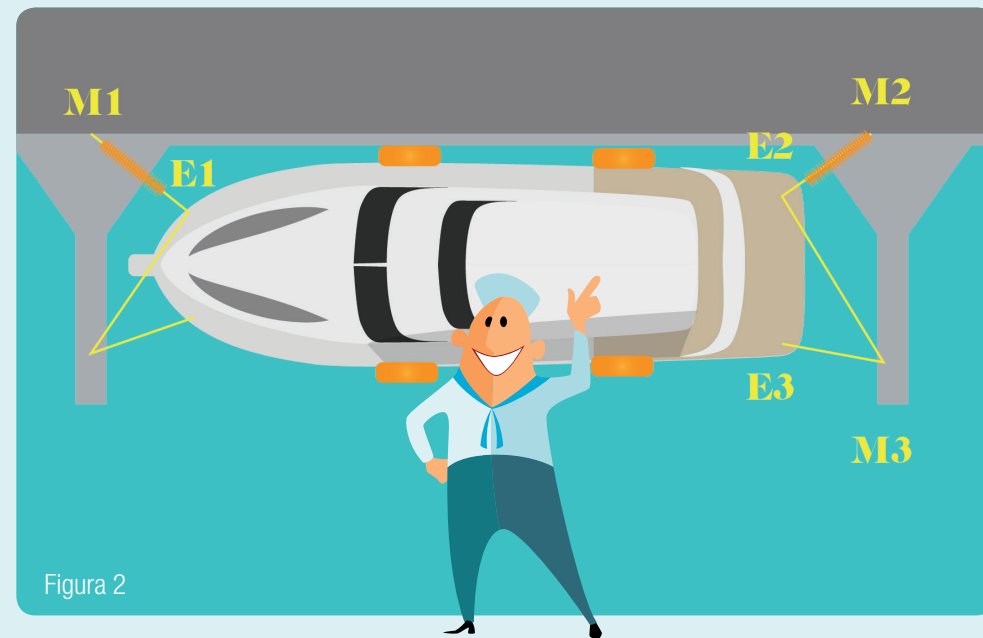

Figura 2
- > **EL ESQUEMA DE AMARRE BÁSICO** recomendado para embarcaciones que atracan de costado es el que se muestra en la Figura 2.